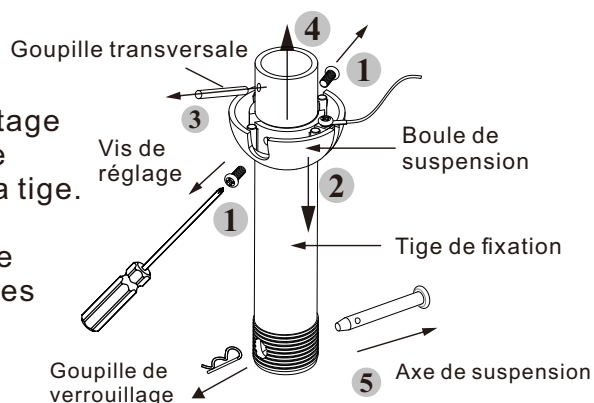

**Figure 10**
**Étape 1 :** Faire passer les câbles d'alimentation 120 V à travers l'orifice central du support de fixation au plafond, comme illustré à la (Voir fig. 10).